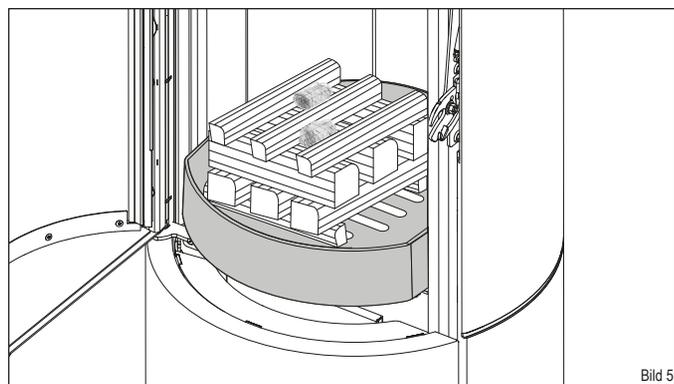

Bild 5
- ▶ Platzieren Sie die Holzsplitte mittig auf dem Feuerrost im Feuerraum (Bild 5):